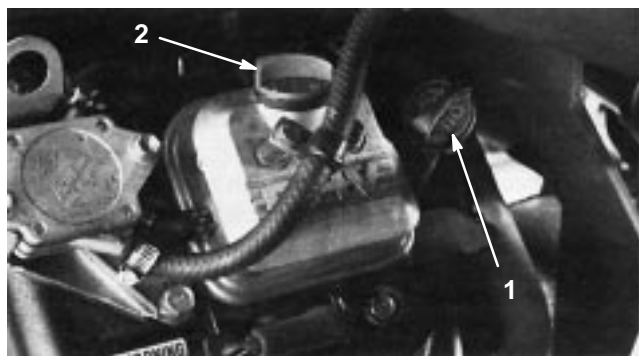

Figure 15
2. Dévissez la jauge et essuyez-la avec un chiffon propre. Revissez la jauge dans le tube en vérifiant qu'elle est enfoncée au maximum (Fig. 15). Dévissez la jauge et sortez-la du tube pour vérifier le niveau d'huile. Si le niveau est trop bas, retirez le bouchon de remplissage du couvre-culasse et ajoutez la quantité d'huile nécessaire pour amener le niveau au repère maximum de la jauge.